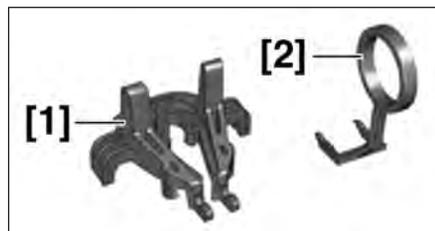

FIG.19
- [1]. Outil de positionnement du levier de vitesses (référence. 0352-A1) (Fig.19)